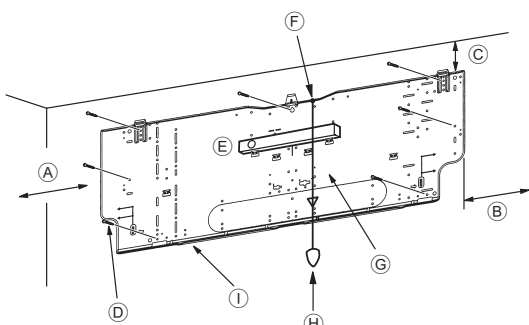
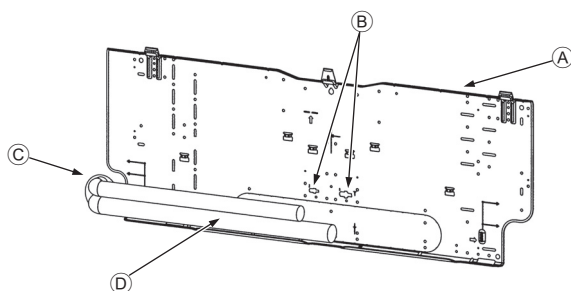

Fig. 3-4
Fig. 3-5
■ PKA-A-KA(L) (Fig. 3-4)
- Ⓓ Tornillos de fijación (4 × 25) ②
- Ⓘ Placa de montaje ①
3.3. Cuando coloque los tubos en la pared (Fig. 3-5)
- Ⓐ Placa de montaje ①